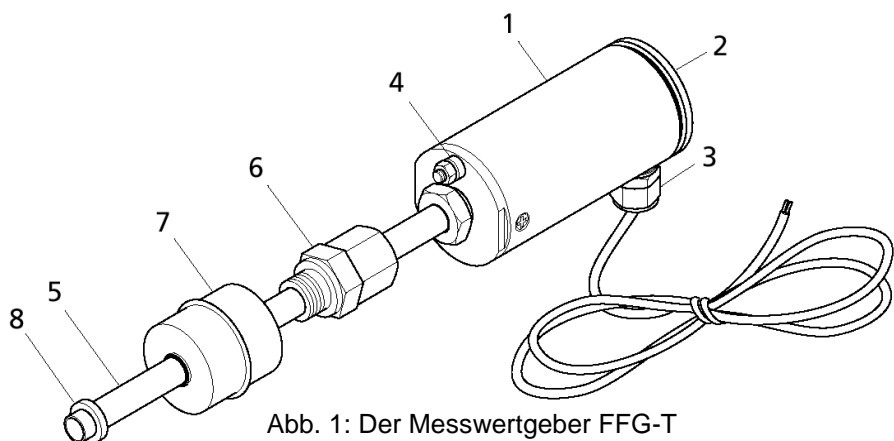

Abb. 1: Der Messwertgeber FFG-T
Der Aufbau der FFG-T ist als Ausführung mit Einschraubkörper in Abb. 1 dargestellt. Im Sondenkopf (1) des FFG-T befindet sich der durch den Deckel (2) geschützte Anschluss- und Justagebereich. Der elektrische Anschluss erfolgt über eine M16x1,5 Kabelverschraubung (3) oben am Sondenkopf und den Erdungsanschluss (4) unten am Sondenkopf. (Siehe Installation und Justage) Auf dem Sondenrohr (5) sitzt zur höhenverstellbaren Montage im Behälter ein Einschraubkörper (6) (Schneidringverschraubung G1/2, SW27) oder zur festen Montage ein Flansch (nicht dargestellt). Der Schwimmer (7) dient der kontinuierlichen Messung der Produktfüllhöhe oder Trennschicht und wird durch einen Sicherungsring (8) auf dem Sondenrohr gehalten.